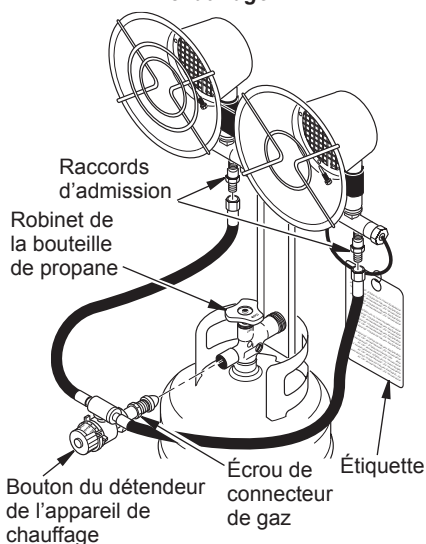

Figure 3 - Connexion de l'appareil de chauffage à la bouteille de propane
4. Au moyen d'une clé, serrer l'écrou du connecteur de gaz dans le robinet de la bouteille de propane, les deux raccords à tuyau étant tous deux à l'horizontale (se reporter à la figure 3.). Serrer
5. Brancher les deux boyaux sur les connecteurs d'admission (se reporter à la figure 3, page 4). Resserrer fermement en utilisant une clé à vis. S'assurer que les deux boyaux sont connectés avant d'ouvrir le robinet du réservoir.